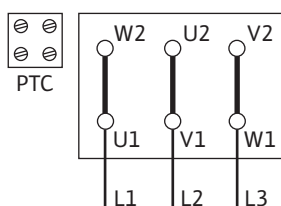

Fig. 10: Avviamento Y-Δ
- L'alimentazione di rete dipende dalla potenza motore P2, dalla tensione di rete e dal tipo di connessione. Per il collegamento necessario ai ponti di connessione nella morsetteria, fare riferimento alla seguente tabella e alle Fig. 10, 11 e 12.